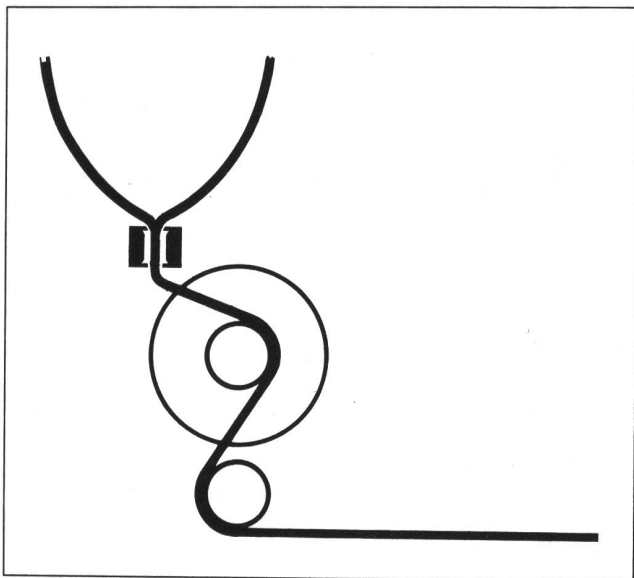

Abb. 3: Prinzip Kombinationsspanner
3.3 Der Kombinationsspanner (Abb. 3)